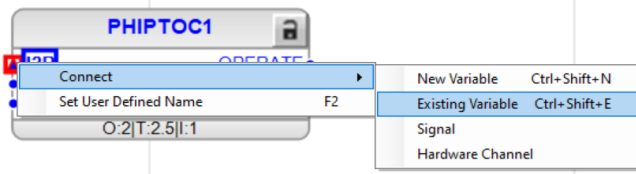

Imagen 227_Conexión de una variable existente al puerto de entrada I3P del bloque PHIPTOC1.
4.1.16 En el bloque “*PHIPTOC1*”, damos clic derecho en la entrada del bloque de protección “*I3P*”, seleccionamos “*Connect - Existing Variable*” como se observa en la **Imagen 227**.